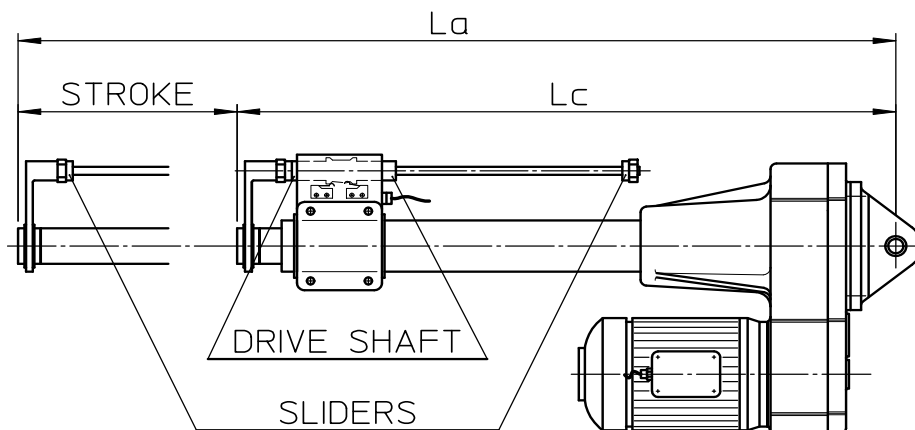

Bild 1.5: Linearantrieb mit elektrischen Endschalter
- Wenn erforderlich ändern Sie die Position der einstellbaren Ringe (siehe Fig. 1.5) des elektrischen Endschalters, um die Endposition des Linearantriebs zu begrenzen;